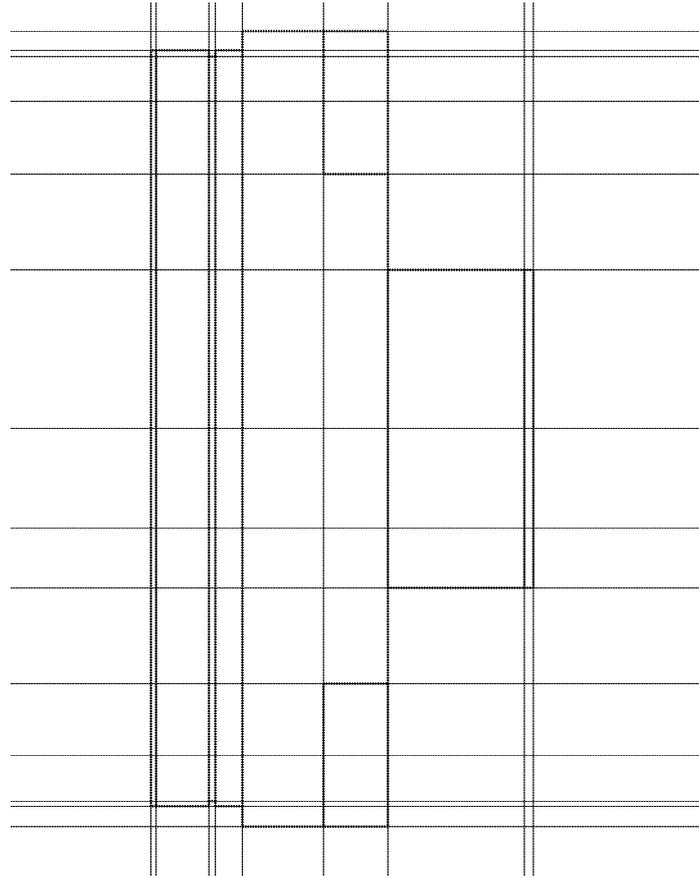

Abbildung 4.9: Geometrie der Vorderansicht mit weiterer Hilfsgeometrie
9. Antippen von **[ERSTELL]?** **LINIE?** **Rechteck ?** **LINIE?** **Senkrecht ?** **LINIE?** **Waagrecht**, um nach und nach die Grundstruktur zu erstellen (siehe Abbildung 4.9).